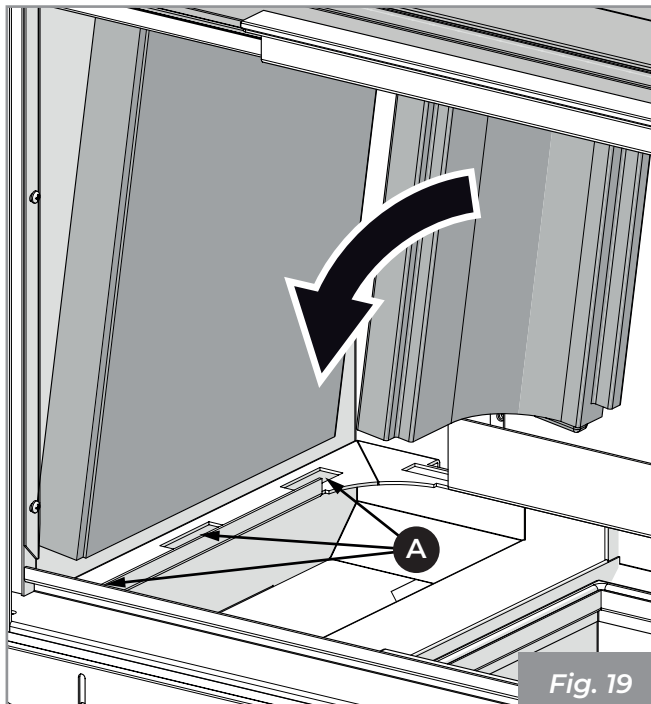

Fig. 19
- 1) Posicionar el refractario lateral y la curva teniendo cuidado de introducirlos en los ojalos correspondientes (A) (Fig. 19).